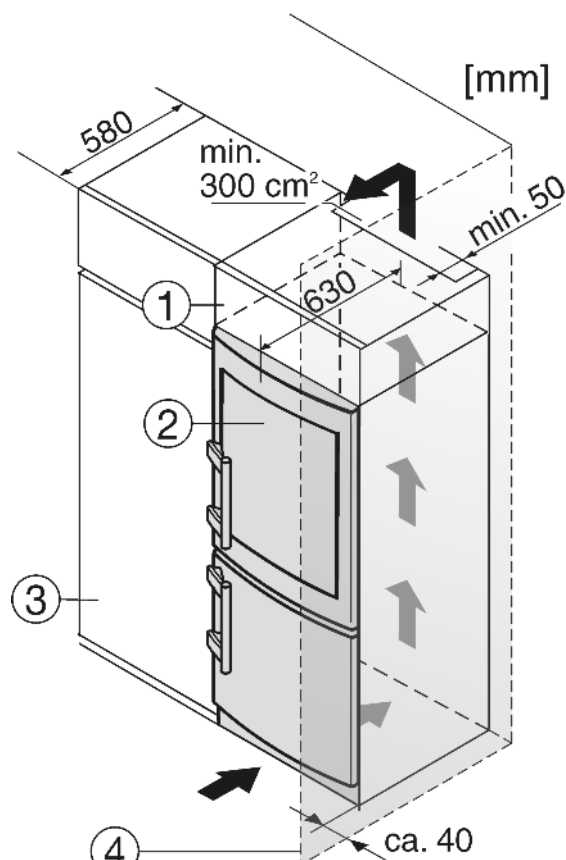

Fig. 21
- (1) Élément haut
- (2) Appareil
- (3) Placard de cuisine
- (4) Mur
L'appareil peut être entouré de meubles de cuisine. Pour adapter l'appareil Fig. 21 (2) à la hauteur des placards de la cuisine intégrée, on peut placer un élément haut Fig. 21 (1) au-dessus de l'appareil.
Lors de la transformation avec des placards de cuisine (profond. max. 580 mm) l'appareil peut être placé directement à côté du placard Fig. 21 (3). La porte de l'appareil saillit latéralement de 34 mm et au milieu de l'appareil de 50 mm par rapport à la face avant du placard de cuisine. Ainsi, elle se laisse ouvrir et fermer sans problèmes.
Si l'appareil est installé avec les charnières à côté d'un mur Fig. 21 (4), la distance entre l'appareil et le mur doit être de 40 mm min. Ceci correspond à la saillie de la poignée lorsque la porte est ouverte.